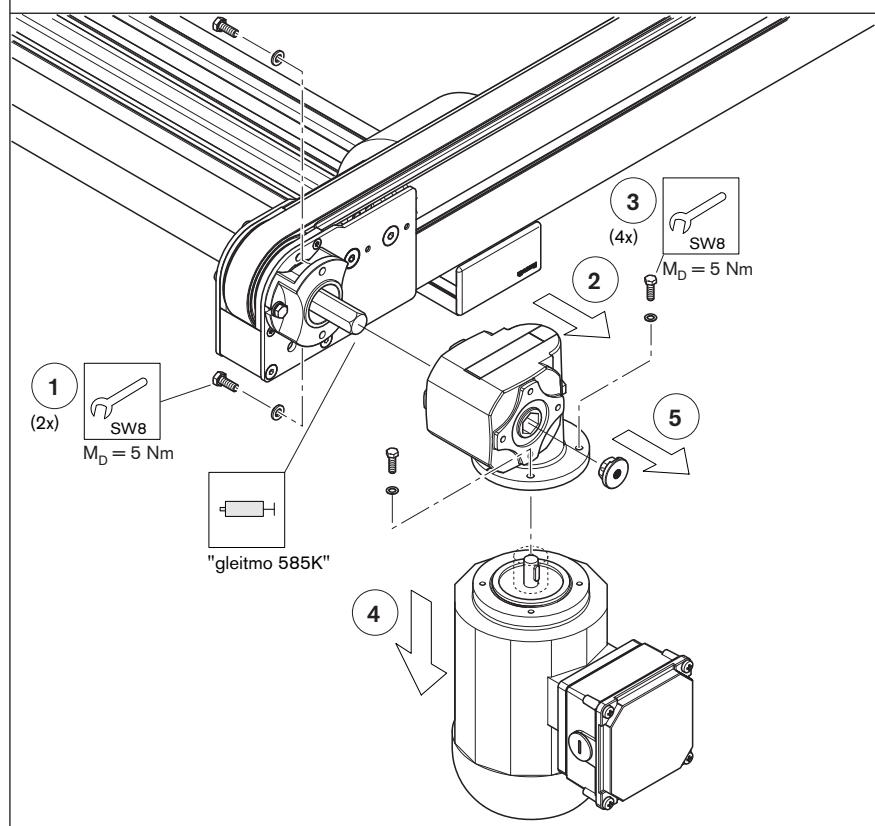

Fig. 20
- Aparato de medición de frecuencias (C) con cabezal de sensor (B) para medir la tensión de correa
- 2 pasadores de ø4x40 mm (A)
1. Ajustar de la tensión de correa: Levantar la correa del perfil de guía e insertar dos pasadores de ø4 mm (A) entre la correa y el perfil de guía (véase la "Fig. 20").